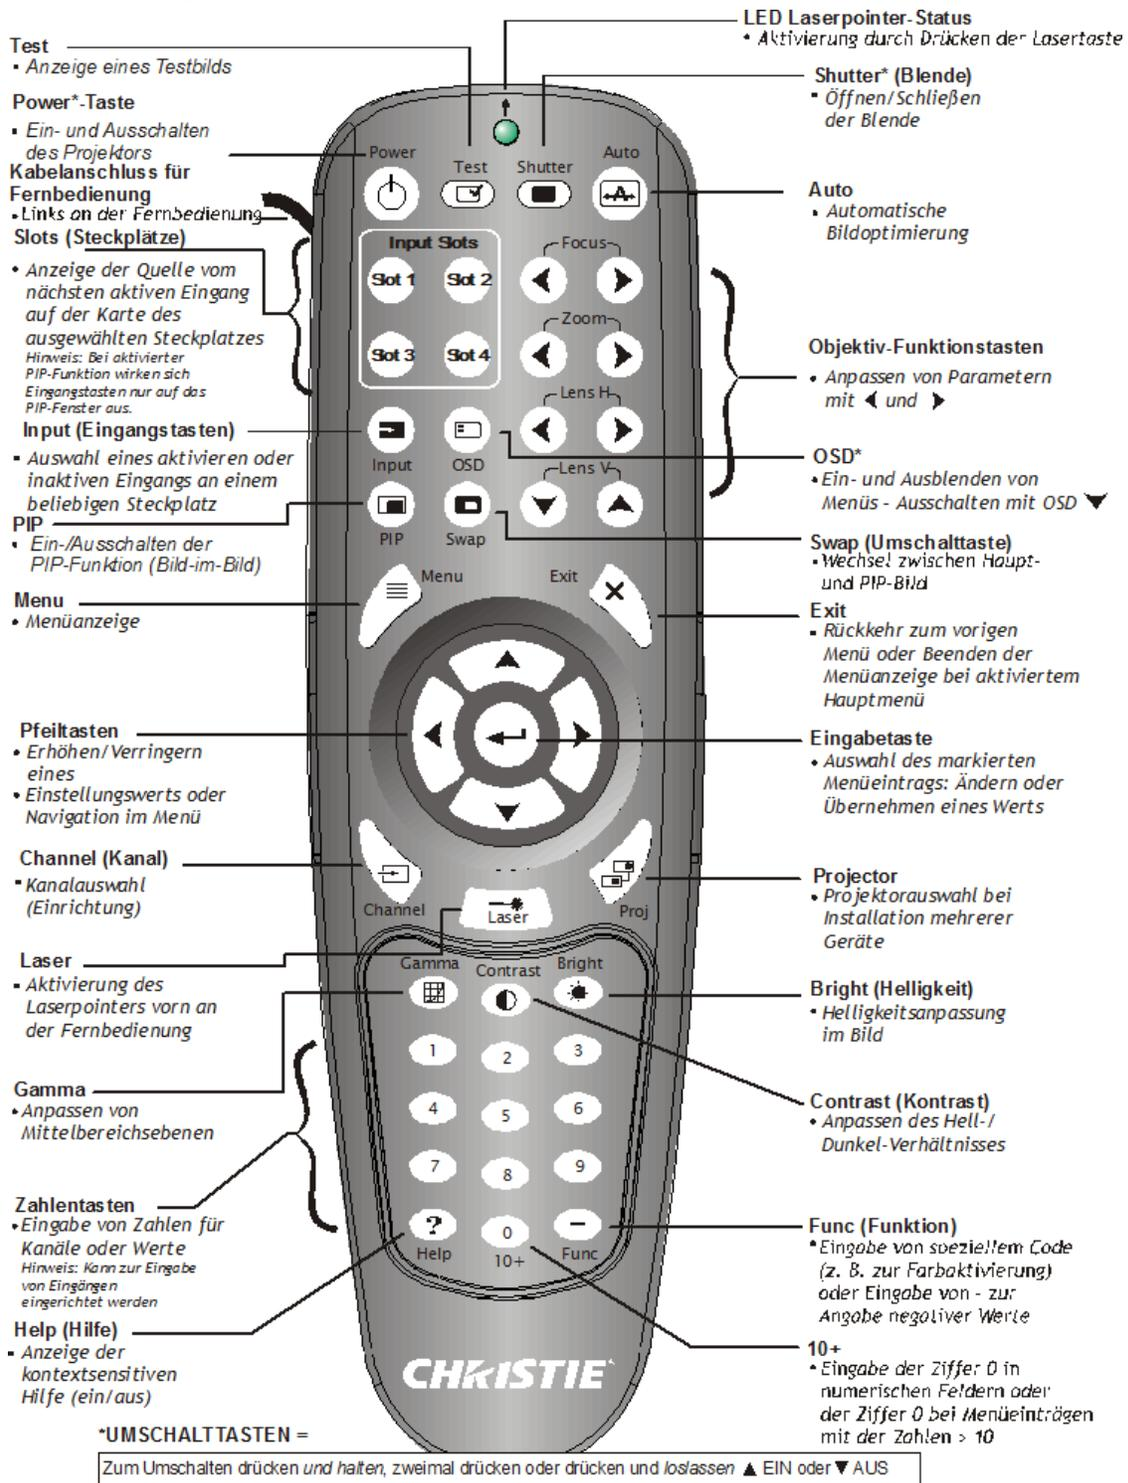

ABBILDUNG 3-1 FERNBEDIENUNG
- **Fernbedienung:** zur Steuerung über eine Entfernung von bis zu 8 m (Kabel für die Verwendung als verkabelte Fernbedienung ist inbegriffen). Mit der Fernbedienung wird der Projektor über schnurlose Kommunikation mittels eines batteriebetriebenen Infrarot-(IR)-Transmitters gesteuert. Verwenden Sie die Fernbedienung genau so wie eine Fernbedienung für ein Fernseh- oder VHS-Gerät. Richten Sie die Fernbedienung beim Drücken einer Funktionstaste auf den IR-Sender an der Vorder- oder Rückseite des Projektors. Einer der beiden IR-Sensoren am Projektor erkennt das Signal und leitet die Befehle zur internen Verarbeitung weiter. Die Fernbedienung verfügt zudem über einen eingebauten Laserpointer. Siehe *Abbildung 3-1 Fernbedienung*.
**HINWEIS:** Verwenden Sie die Funktionen **POWER**, **BLLENDE** und **OSD**, indem Sie einen der folgenden Schritte ausführen: Drücken und Halten der Taste (zwei Sekunden) oder zweimaliges kurzes Drücken der Taste gefolgt von der **PFEIL-NACH-OBEN-TASTE** zum Einschalten bzw. **PFEIL-NACH-UNTEN-TASTE** zum Ausschalten. Siehe *Abbildung 3-1 Fernbedienung*.